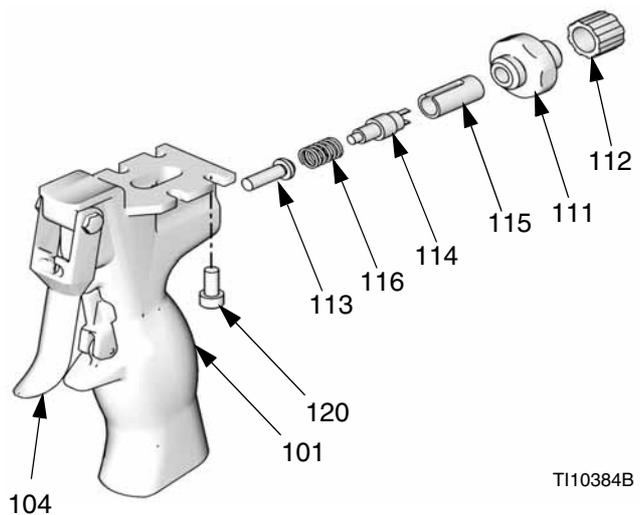

FIG. 8
1. Installez le piston plongeur (113) et le ressort (116). Voir FIG. 8.
2. Insérez l'ensemble du commutateur (255463) en plaçant la cosse de terre (108) dans l'orifice situé en haut de la poignée.
3. Serrez le bouchon (111) jusqu'à atteindre 125-135 livres-pouces (14-15 N•m).
4. Serrez le réducteur de tension (112).
5. Installez la vis de terre (110) dans la rondelle d'arrêt (109) et la cosse de terre (108). Couplez à 15-20 livres-pouces (1,7-2,2 N•m).
6. Alignez la vanne de distribution avec le haut de la poignée (101). Serrez les quatre vis au même couple (120) de 15-20 livres-pouces (1,7-2,2 N•m).